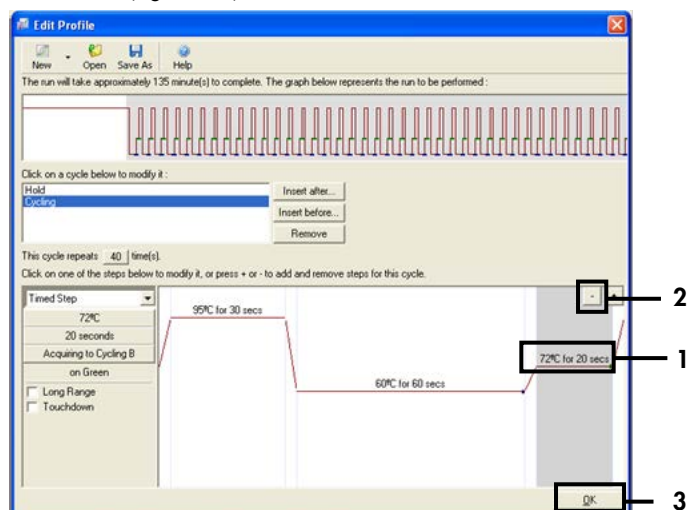

Figure 28. Suppression de l'étape supplémentaire 1 = troisième étape, 2 = bouton de suppression, 3 = bouton « OK ».
11. Mettre la troisième étape en surbrillance et la supprimer en cliquant sur « - ». Cliquer sur « OK » (figure 28).